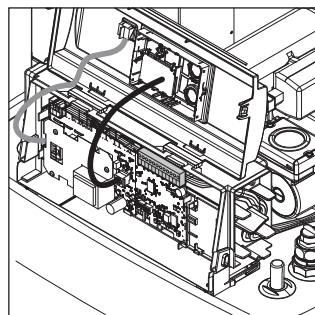

Figura 4-23 Posare i cavi nella regolazione e realizzare i collegamenti.
- Posare il cablaggio nell'alloggiamento di regolazione ed eseguire i collegamenti elettrici (figura 4-23).